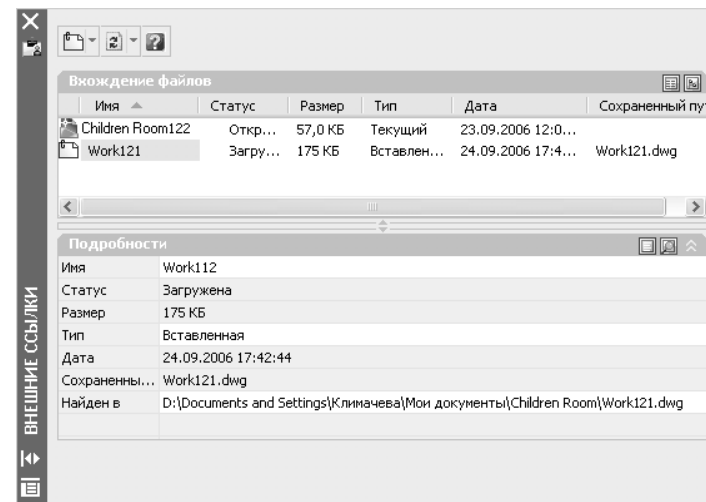

Рис. 12.14 ▼ Сведения о главном файле чертежа и о присоединенных к нему файлах внешних ссылок
1. Откройте палитру **Внешние ссылки (External References)** (например, введите для этого в командном окне **сс (XR)** или **вн (ER)**).
2. Выделите в списке внешнюю ссылку **Work121**, как показано на рис. 12.14, и щелкните на кнопке  **Обновить (Refresh)**, которая находится в верхней части панели правее кнопки **Присоединить DWG (Attach DWG)**.